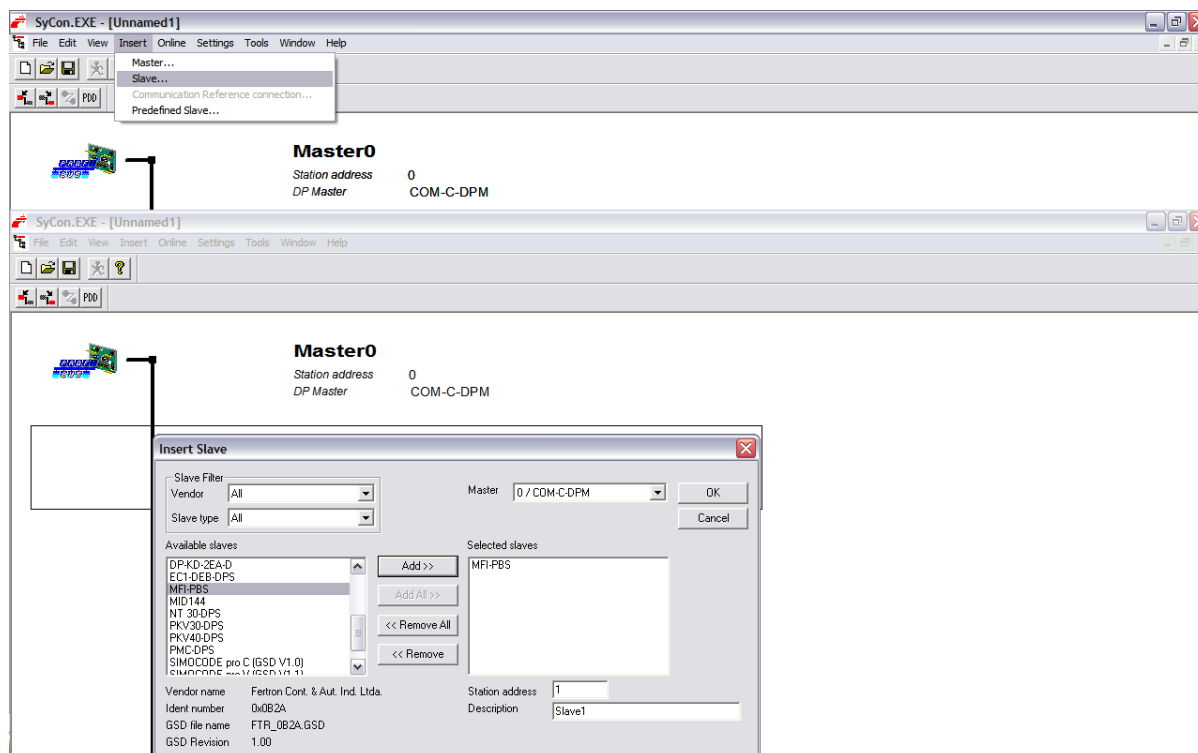

Figura 3.3.2 – Exemplo de configuração e parametrização no SyCon (definindo escravo)
- 4) Neste diálogo mova a barra de rolagem (*Available Slaves*) e clique em MFI-PBS e logo em seguida em *Add>>* (observe Figura 3.3.2);
- 5) Pode-se modificar o endereço (como exemplo coloque 5 em *Station Address*) e em *Description* coloque MFI_PBS (Figura 3.3.2);